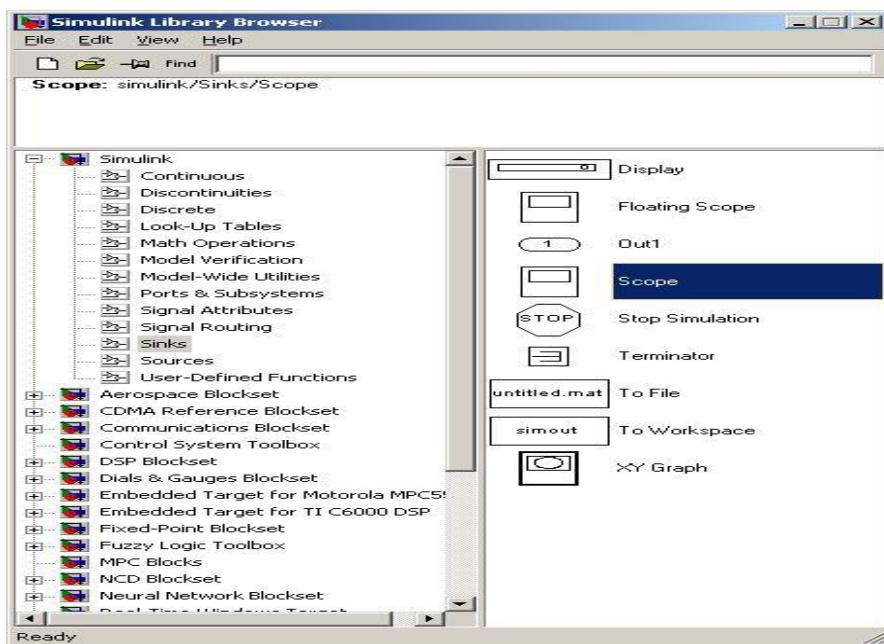

Рис. 1
1. Запускаємо МАТЛАБ, пишемо в командному рядку: Simulink, з'явиться вікно Сімулінка, створюємо нову модель. Модель створена, тепер вибираємо в source джерело сигналу, наприклад, step (одинично-поетапне вплив) і перетягуюємо його в нашу модель. Джерело є, тепер додаємо передатну функцію або інтегратор, що вам подобатися. Для цього заходимо в Continuous transfer fcn або integrator. Добавайте скільки захочете, вид передавальної функції можна задати, клікнувши по ній двічі. Тепер нам треба, щоб це все справа у нас куди-небудь виводилося: заходимо в Sinks вибираємо осцилографи (Scope).(рис.1)